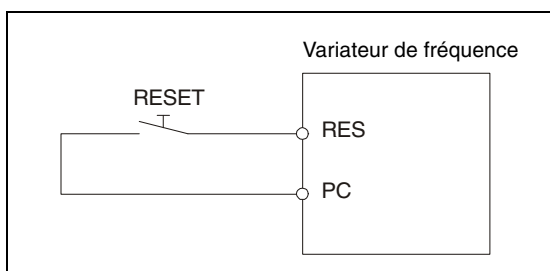

Fig. 7-3 :
- En commutant le signal RESET (connexion des bornes RES et SD en logique négative ou comme représenté dans Fig. 7-3 pour la logique positive les bornes RES et PC) pour au moins 0,1 s et ensuite mise hors circuit. L'affichage « Err. » clignote pendant l'opération de réinitialisation.